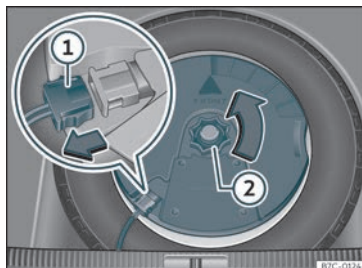

Fig. 217 Na bagageira: desmontar o subwoofer.
• Desligue o cabo do altifalante *subwoofer* »» Fig. 217 ①.
• Rode a rodinha de fixação no sentido contrário ao dos ponteiros do relógio»» Fig. 217 ②.